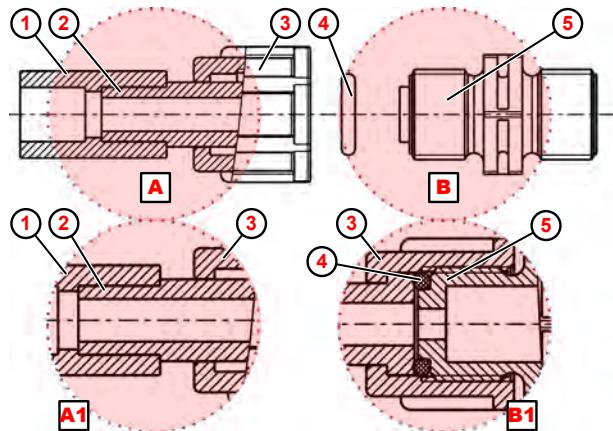

Abb. 10: Rohranschluss mit Aufschweißverbindung
1. → Aufschweißverbindung ( Abb. 10 , ① ) mit Schlauchanschluss verschweißen.
2. → O-Ring ④ in Nut von Saug-, bzw. Druckventil ⑤ legen.
3. → Überwurfmutter ③ festziehen (Detail **B1** ).